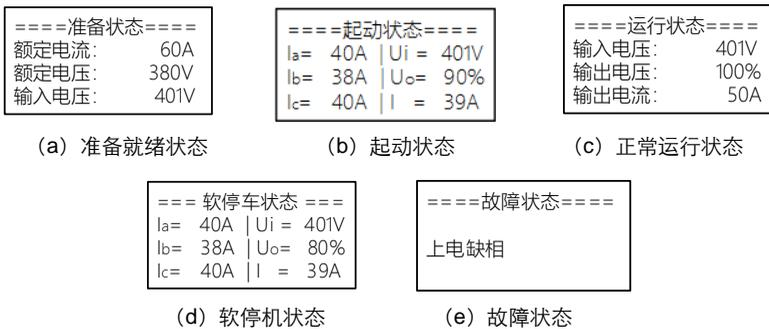

图 4.3 正常状态监视模式时不同阶段的显示界面
- (1) 准备就绪状态时（即上电无故障、且未起动）的状态监视界面，如图 4.3 (a)；
- (2) 起动过程中的状态监视界面，如图 4.3 (b)；
- (3) 起动完成、正常运行过程中的状态监视界面，如图 4.3 (c)；
- (4) 软停机过程中的状态界面，如图 4.3 (d)；
- (5) 故障时的状态界面，如图 4.3 (e)。